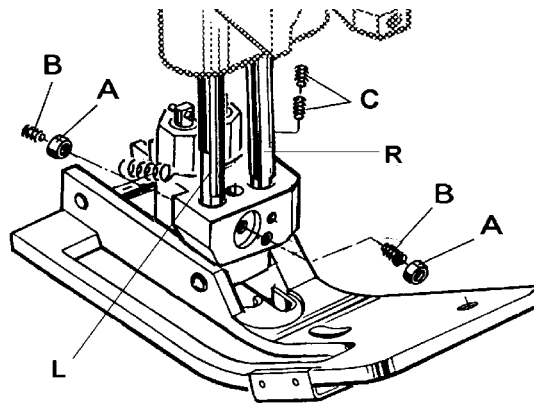

Fig. 16
Remove the needle and rotate handwheel until the feed dog is below the throat plate. Depress the presser foot lifter lever and insert the presser foot in the two presser bars (L and R, Fig. 16). The left presser bar (L) should only engage with its pivot in the opening of the presser foot shank.
Loosen the two lock nuts (A, Fig. 16) and align with the two set screws (B), the needle slot in the presser foot with the needle slot in the throat plate. Secure this setting with the two lock nuts (A).
Entfernen Sie die Nadel und drehen Sie das Handrad bis der Transporteur unter der Stichplatte steht. Drücken Sie den Drückfuß-Lifterhebel und setzen Sie den Drückfuß in die beiden Drückfußstangen (L und R, Fig. 16) ein. Die linke Drückfußstange (L) darf nur mit dem Zapfen in die Öffnung der Drückfußnabe eingreifen.
Lösen Sie die beiden Kontermuttern (A, Fig. 16) und richten Sie mit den beiden Gewindestiften (B) das Stichloch im Drückfuß zum Stichloch der Stichplatte aus. Sichern Sie diese Einstellung mit den beiden Kontermuttern (A).